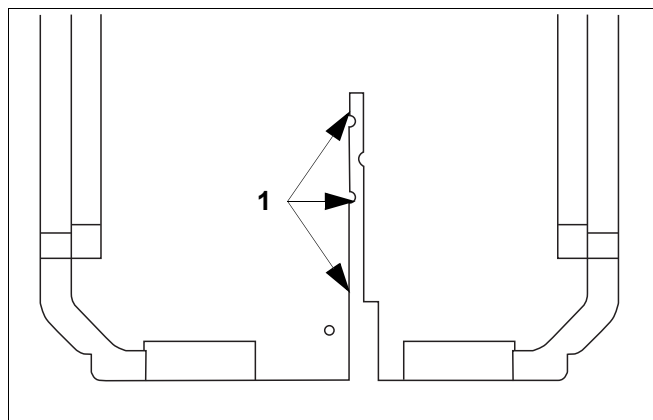

Рис. 8 Задний теплоизоляционный элемент
- Проложите электрические провода через кабельный ввод (рис. 8, [1]) заднего теплоизоляционного элемента и выведите назад.